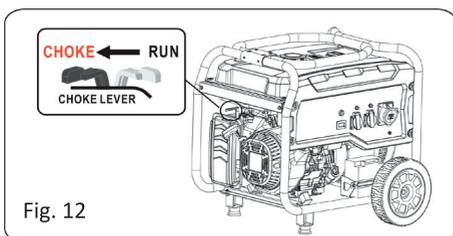

Fig. 12
- Skyv choken til posisjonen Choke. (Se fig. 12.) HOPP OVER DETTE HVIS MOTOREN ALLEREDE ER VARM.